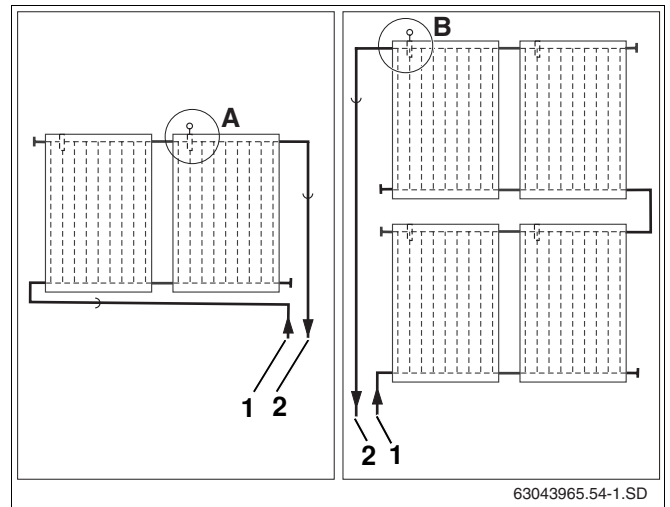

Fig. 53 Position de montage de la sonde de capteur (représentation schématique)
Respectez la position de montage des systèmes de capteurs à une ou deux rangées (Fig. 53).
La sonde de capteur doit être montée dans le capteur avec la conduite de départ raccordée (Fig. 53, **Pos. 2**).
- Position de montage (Fig. 53, **Pos. A**) sur les systèmes de capteurs à une rangée.
- Position de montage (Fig. 53, **Pos. B**) pour les systèmes à deux rangées.